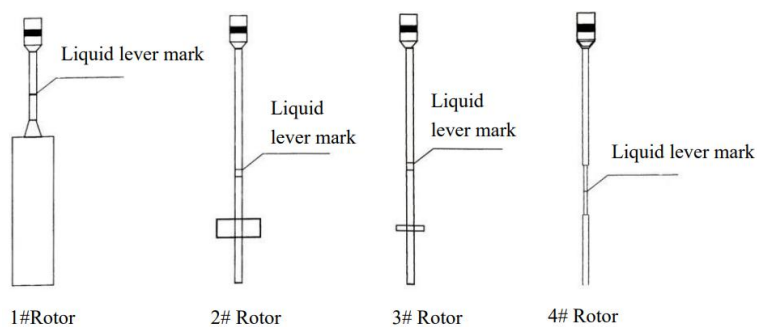

Figura 5
7. Kit de rotores 1-4 (ver Figura 5)
- Gire lentamente la rueda de elevación para sumergir el rotor en el líquido hasta la marca de la figura 5 (centro de la ranura).